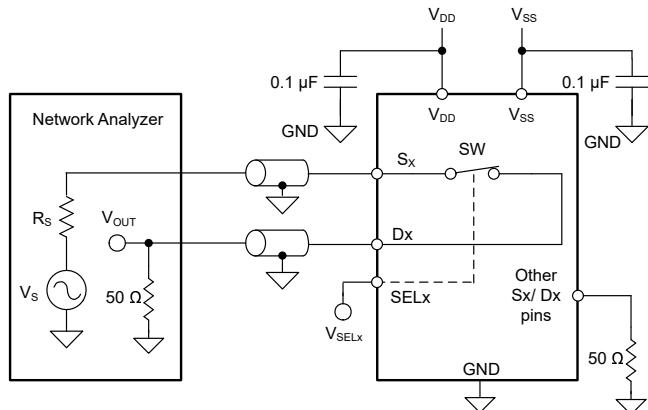

図 7-8. 帯域幅測定時の設定
帯域幅 (BW) は、入力をオンチャネルのソースピン ( $S_x$ ) に印加し、出力がドレインピン ( $D_x$ ) で測定された場合に減衰量が  $3\text{dB}$  未満である周波数の範囲として定義されます。図 7-8 および式 3 に、スイッチの帯域幅を測定する際の設定を示します。